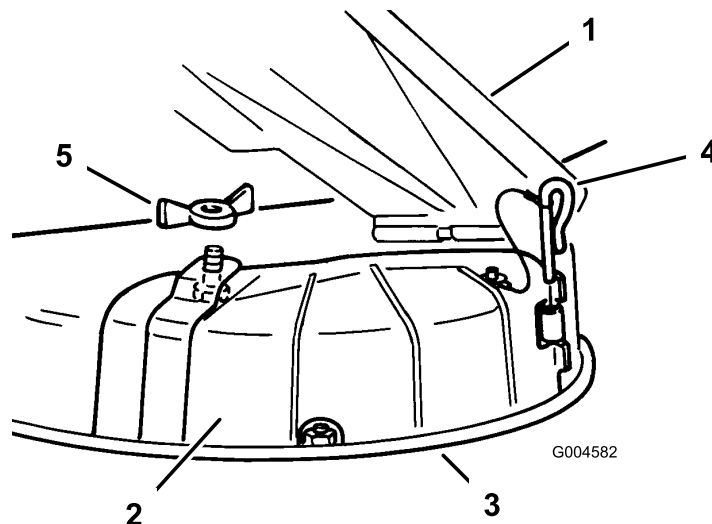

Figura 24
3. Togliete il dado ad alette e il bullone di posizionamento del coperchio (Figura 24). Conservate tutte le parti per il successivo utilizzo.
4. Rimuovete il perno della cerniera che fissa il coperchio al piatto (Figura 24).